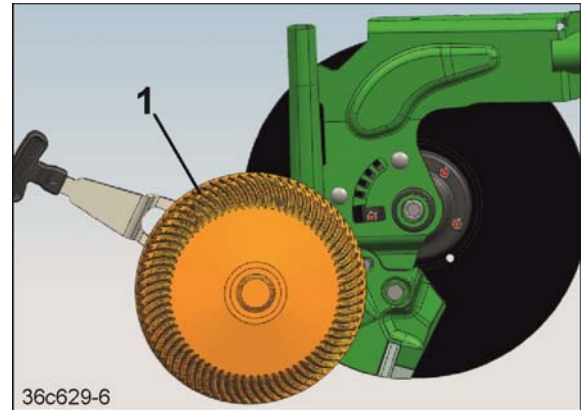

Fig. 307
1. Tiefenführungsscheibe/rolle (Fig. 307/1) entfernen.
9. Tiefenführungsscheibe/rolle (Fig. 307/1) montieren und in die gewünschte Position bringen.